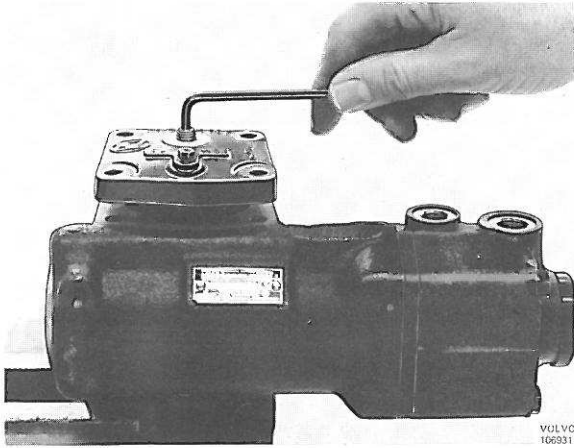
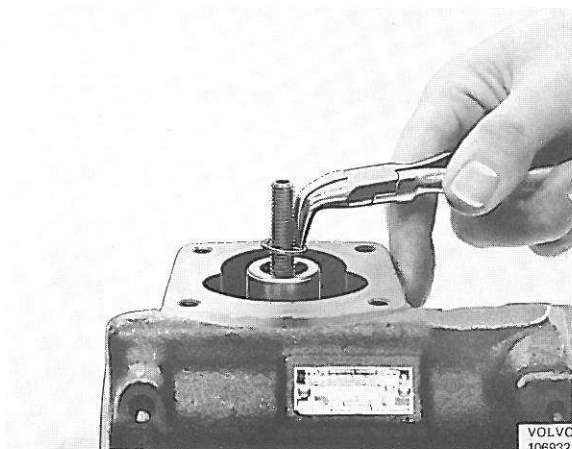

Figure 83. Démontage du couvercle
Figure 84. Enlèvement du jonc de verrouillage
1. Bien fixer le boîtier de direction dans un étau, figure 83.
2. Enlever le contre-écrou (17) et les vis de fixation (19) du couvercle. Visser la vis de réglage (11) à travers le couvercle et enlever ce dernier (16). Sortir les aiguilles détachées du roulement (14) du couvercle.
3. Enlever le jonc de verrouillage (13) et la vis de réglage (11), figure 84. Placer l'axe porte-secteur (10) en position centrale et le soulever (figure 109). Avec un aimant, enlever les rouleaux détachés de roulements (3 et 7).